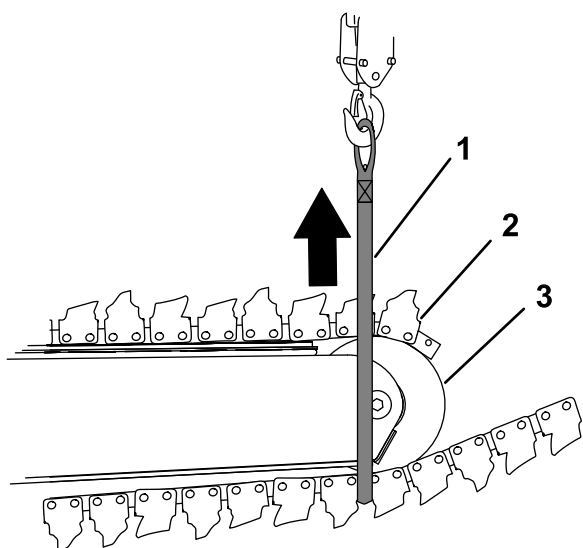

Figure 19
5. Coupez le système hydraulique auxiliaire quand l'extrémité de la chaîne se trouve au sommet de la poulie de tension (Figure 19).
1. Au bout de la chaîne d'excavation qui se trouve sur le sol, passez la sangle de levage autour de la chaîne au niveau de la dent du cinquième ou du sixième maillon (Figure 19).
2. Levez la chaîne et placez-la autour de la poulie de tension (Figure 19 et Figure 14).